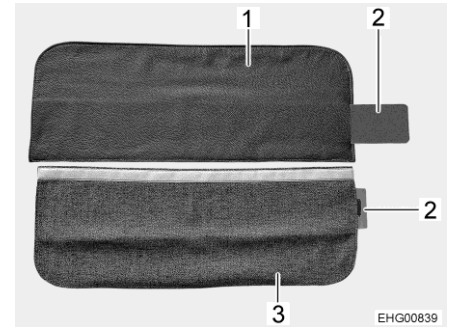

Bild 86 Sicherheitsgurtverkleidung
Die Sicherheitsgurtverkleidung kann aus Leder (Bild 86,1) oder aus Stoff (Bild 86,3) gefertigt sein.
- Metallverstärkung (Bild 86,2) komplett in Tasche der Sicherheitsgurtverkleidung (Bild 86,1 oder Bild 86,3) schieben.